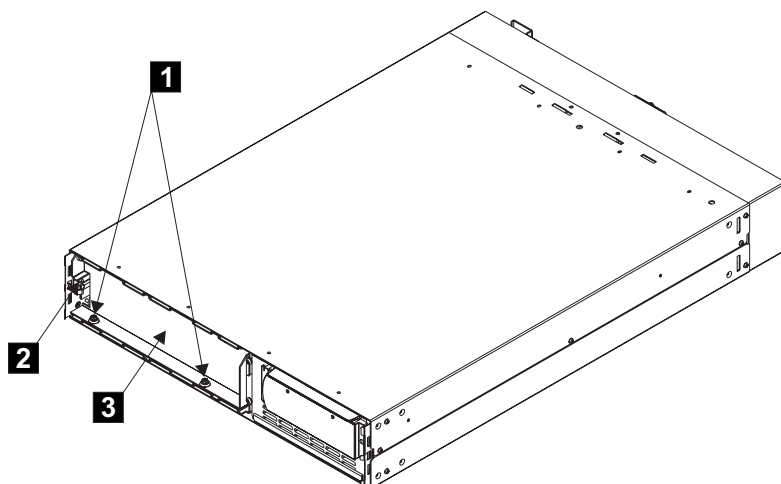

図 232. バッテリー保持ブラケットの取り外し
- c. ブラケットの左端にある 2 個のボルト **1** と追加ナット **2** を除去します。591 ページの図 232 を参照してください。